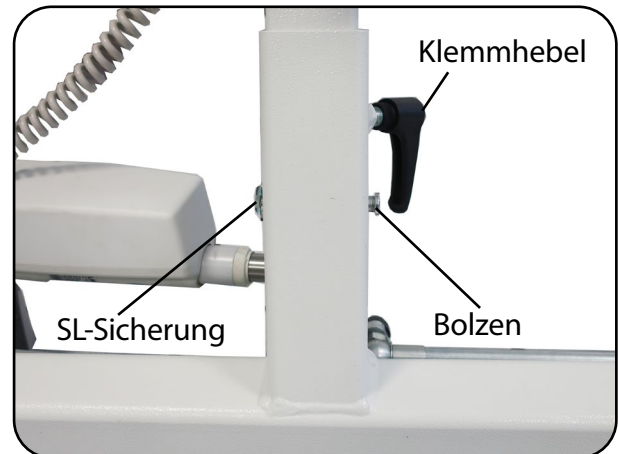

Abb. 6.2.04 - Standmast sichern
6. Heben Sie den Standmast etwas an und bringen Sie die Bohrung des Fahrgestells mit der Bohrung im Standmast deckungsgleich übereinander. Sichern Sie den Standmast durch einstecken des Bolzens (Abb. 6.2.04).
8. Ziehen Sie den Klemmhebel zur Fixierung des Standmastes fest (Abb. 6.2.04).